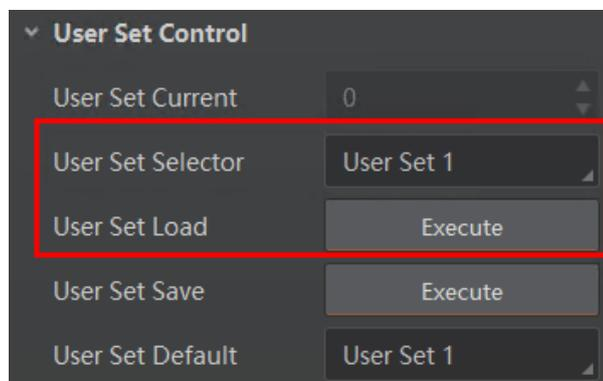

图9-3 加载参数设置
- 加载参数：在连接设备但不预览时，可对设备进行加载参数的操作。通过 *User Set Selector* 参数下拉选择其中一套参数，点击 *User Set Load* 处的 *Execute*，即可将选择的一套参数加载到相机中，如图 9-3 所示。